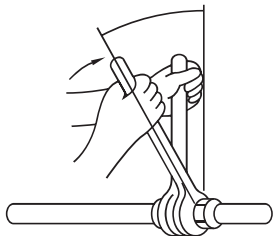

Fig. 4-8
- ฉาบน้ำมันสารทำความเย็นบางๆ ที่พื้นผิวฐานตัวเชื่อมของท่อ (Fig. 4-8)
แรงดันที่กำหนด (ใช้ประแจ) (Fig. 4-8)